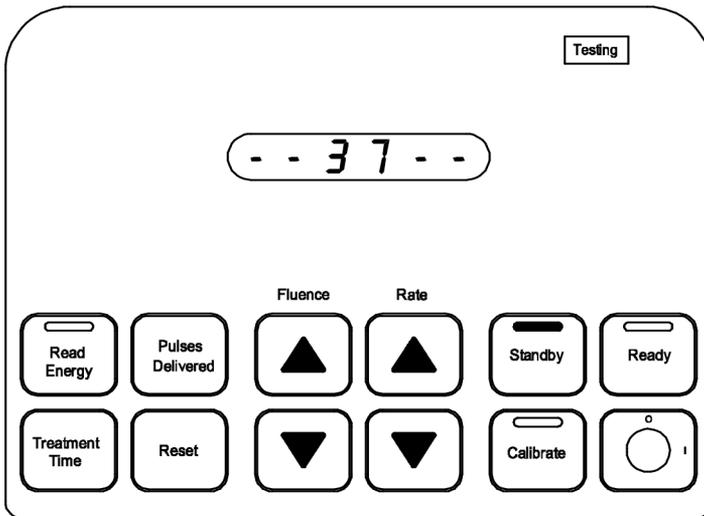

Abbildung 2
3. Am Ende des Lampentests leuchten **Standby** (Standby) und **Testing** (Test) auf (Abbildung 2). Nach dem Lampentest wird die Software-Versionsnummer angezeigt.